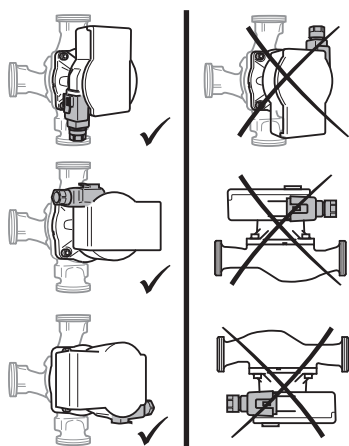

Fig. 2: Posizioni di montaggio
- Scegliere il luogo di installazione conformemente alla posizione di montaggio consentita (Fig. 2).
- Rispettare la posizione di montaggio consentita (Fig. 2) della pompa, all'occorrenza ruotare la testa motore (2 + 6).
**Allineare lateralmente la valvola d'intercettazione in modo tale che eventuali perdite d'acqua non gocciolino sul modulo di regolazione (6).**